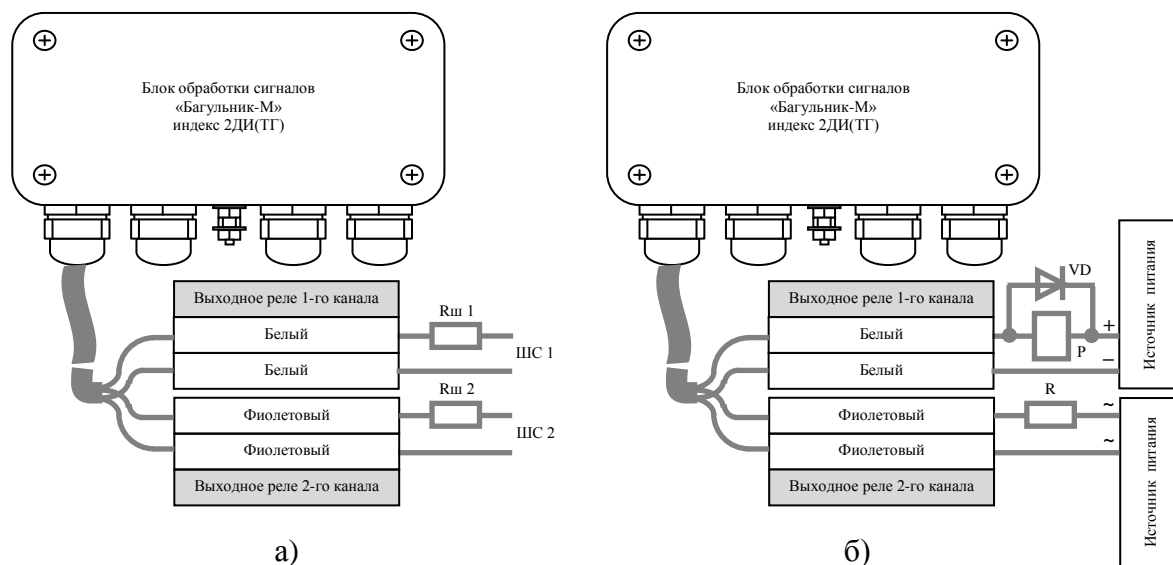

Рисунок 8.6. Примеры подключения выходных реле изделия
8.5.3. Подключение выходных реле к шлейфам сигнализации ШС 1 и ШС 2 приведено на рис. 8.6а. На рисунке условно показаны резисторы Rш 1 и Rш 2. Их номинал и способ подключения определяется документацией на применяемую приёмно-контрольную аппаратуру. Для подключения используется кабель питания и управления (маркировка кабеля - синяя).